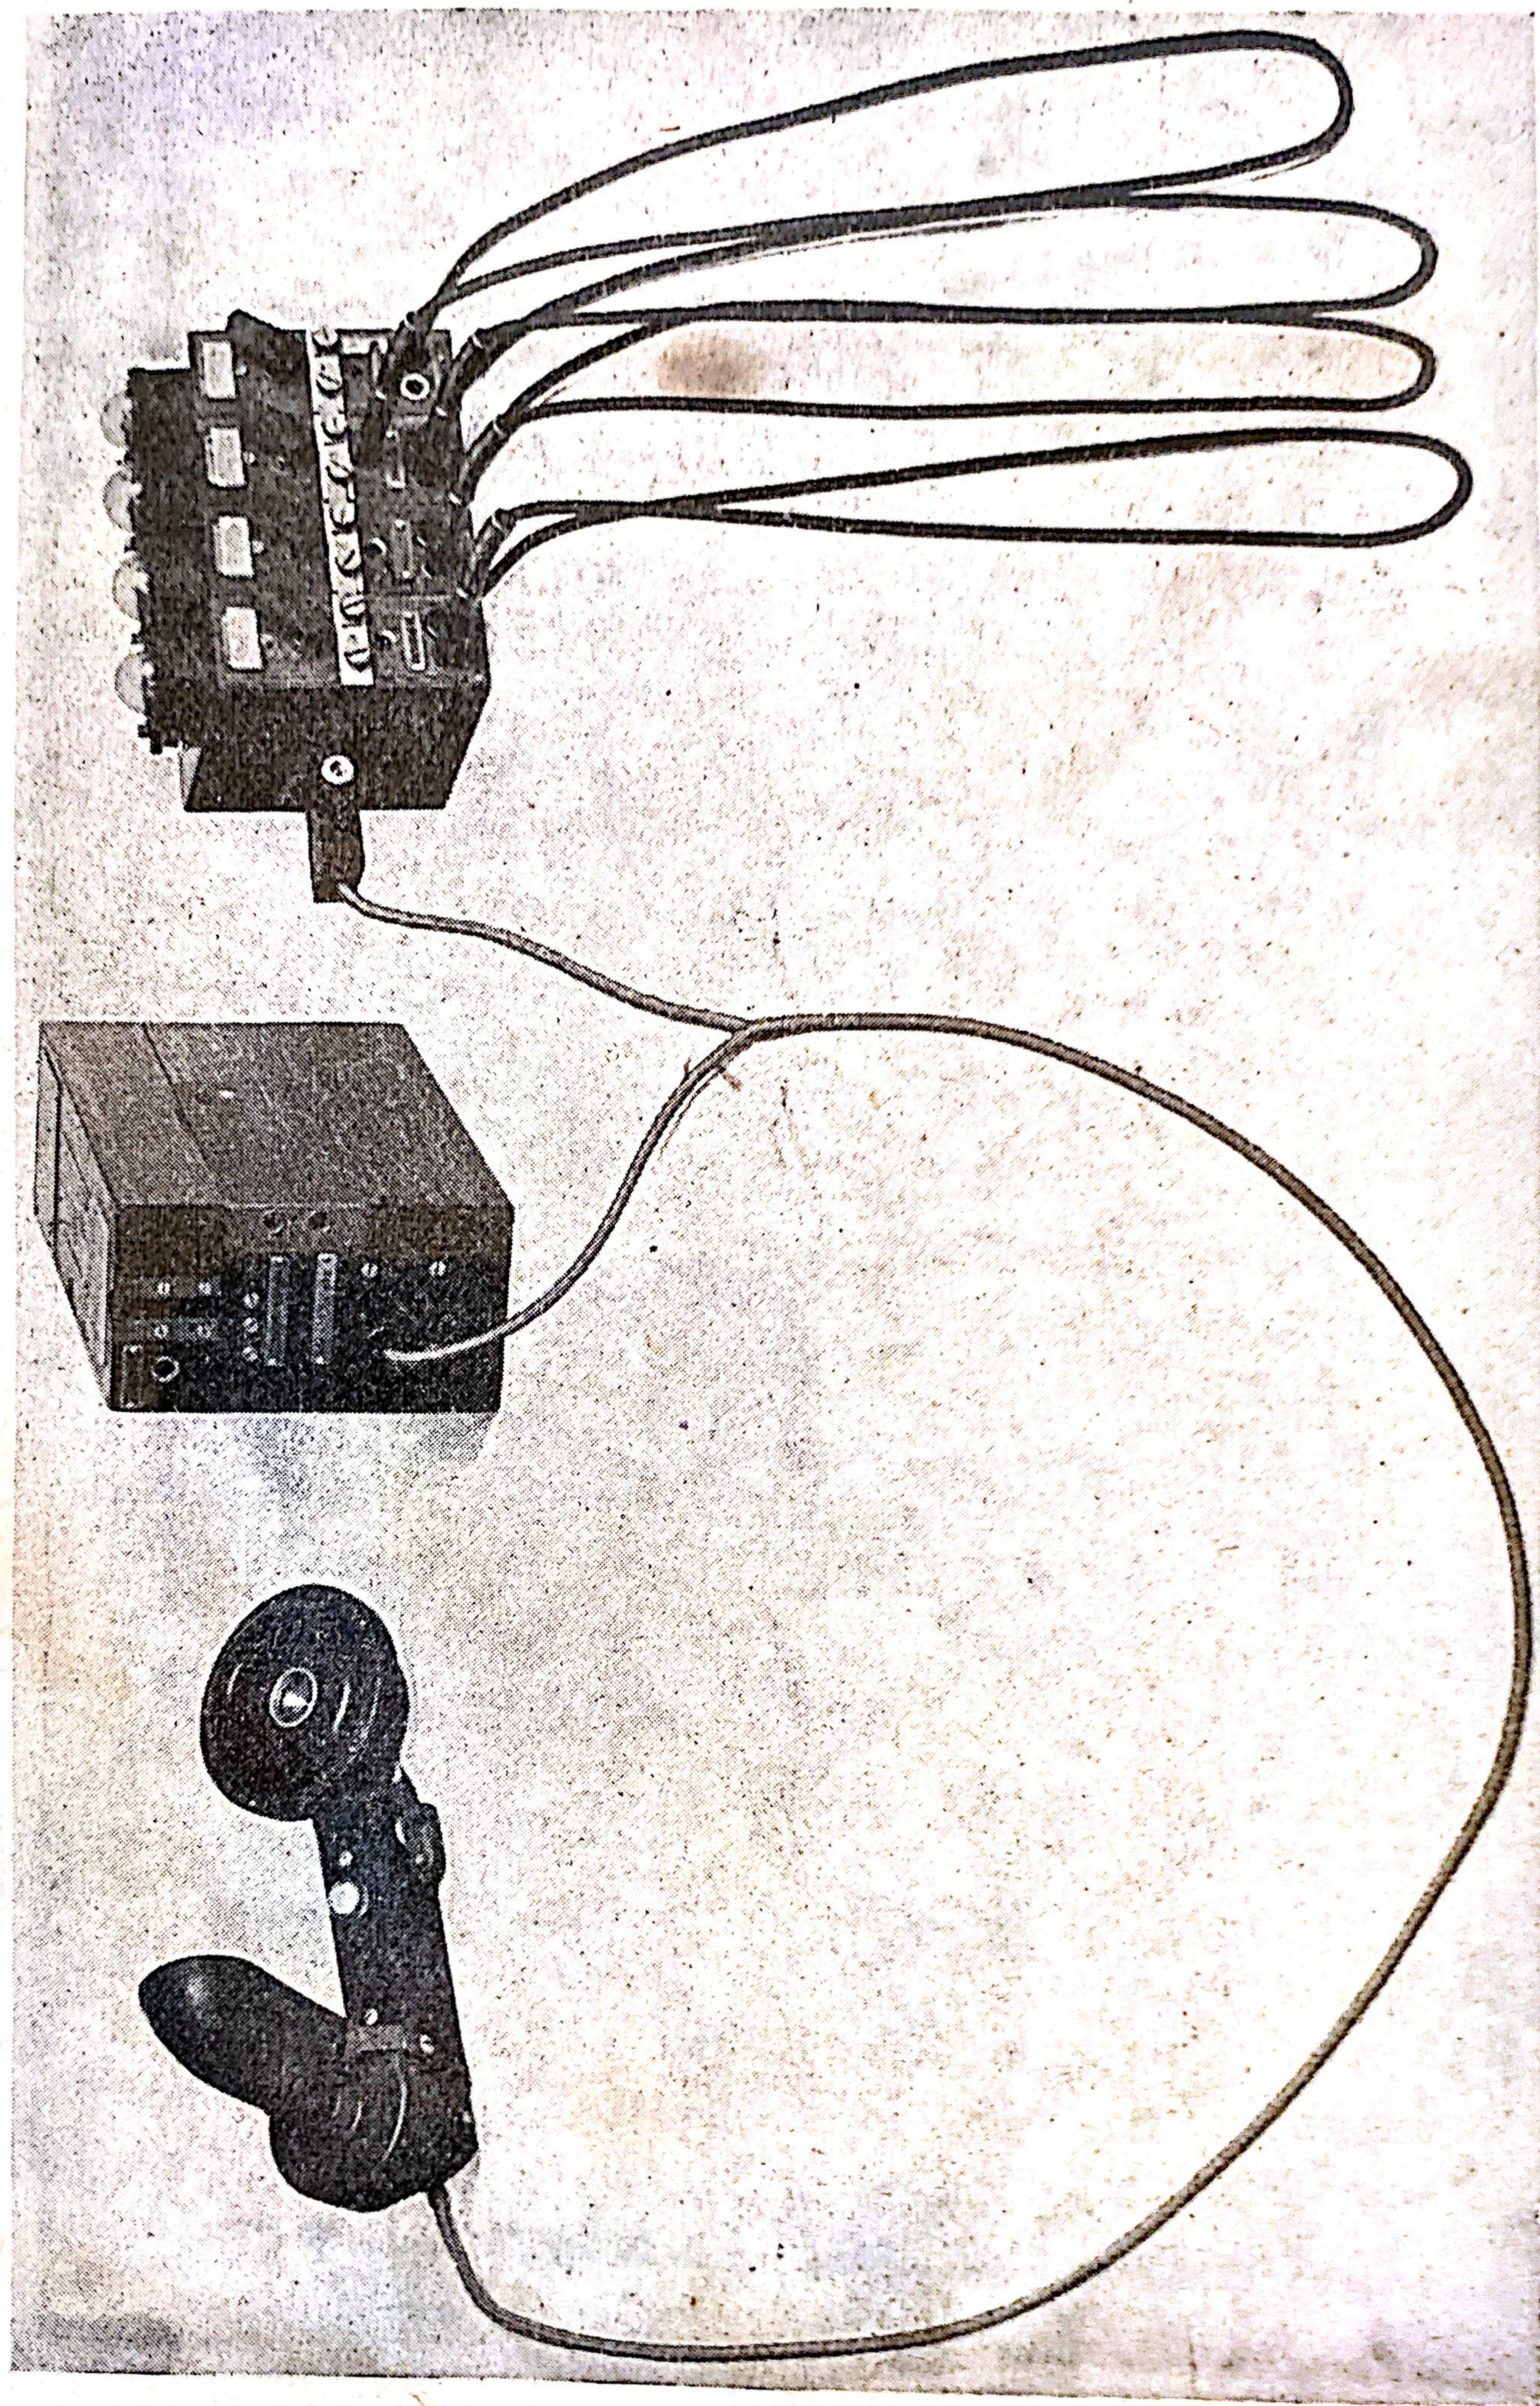
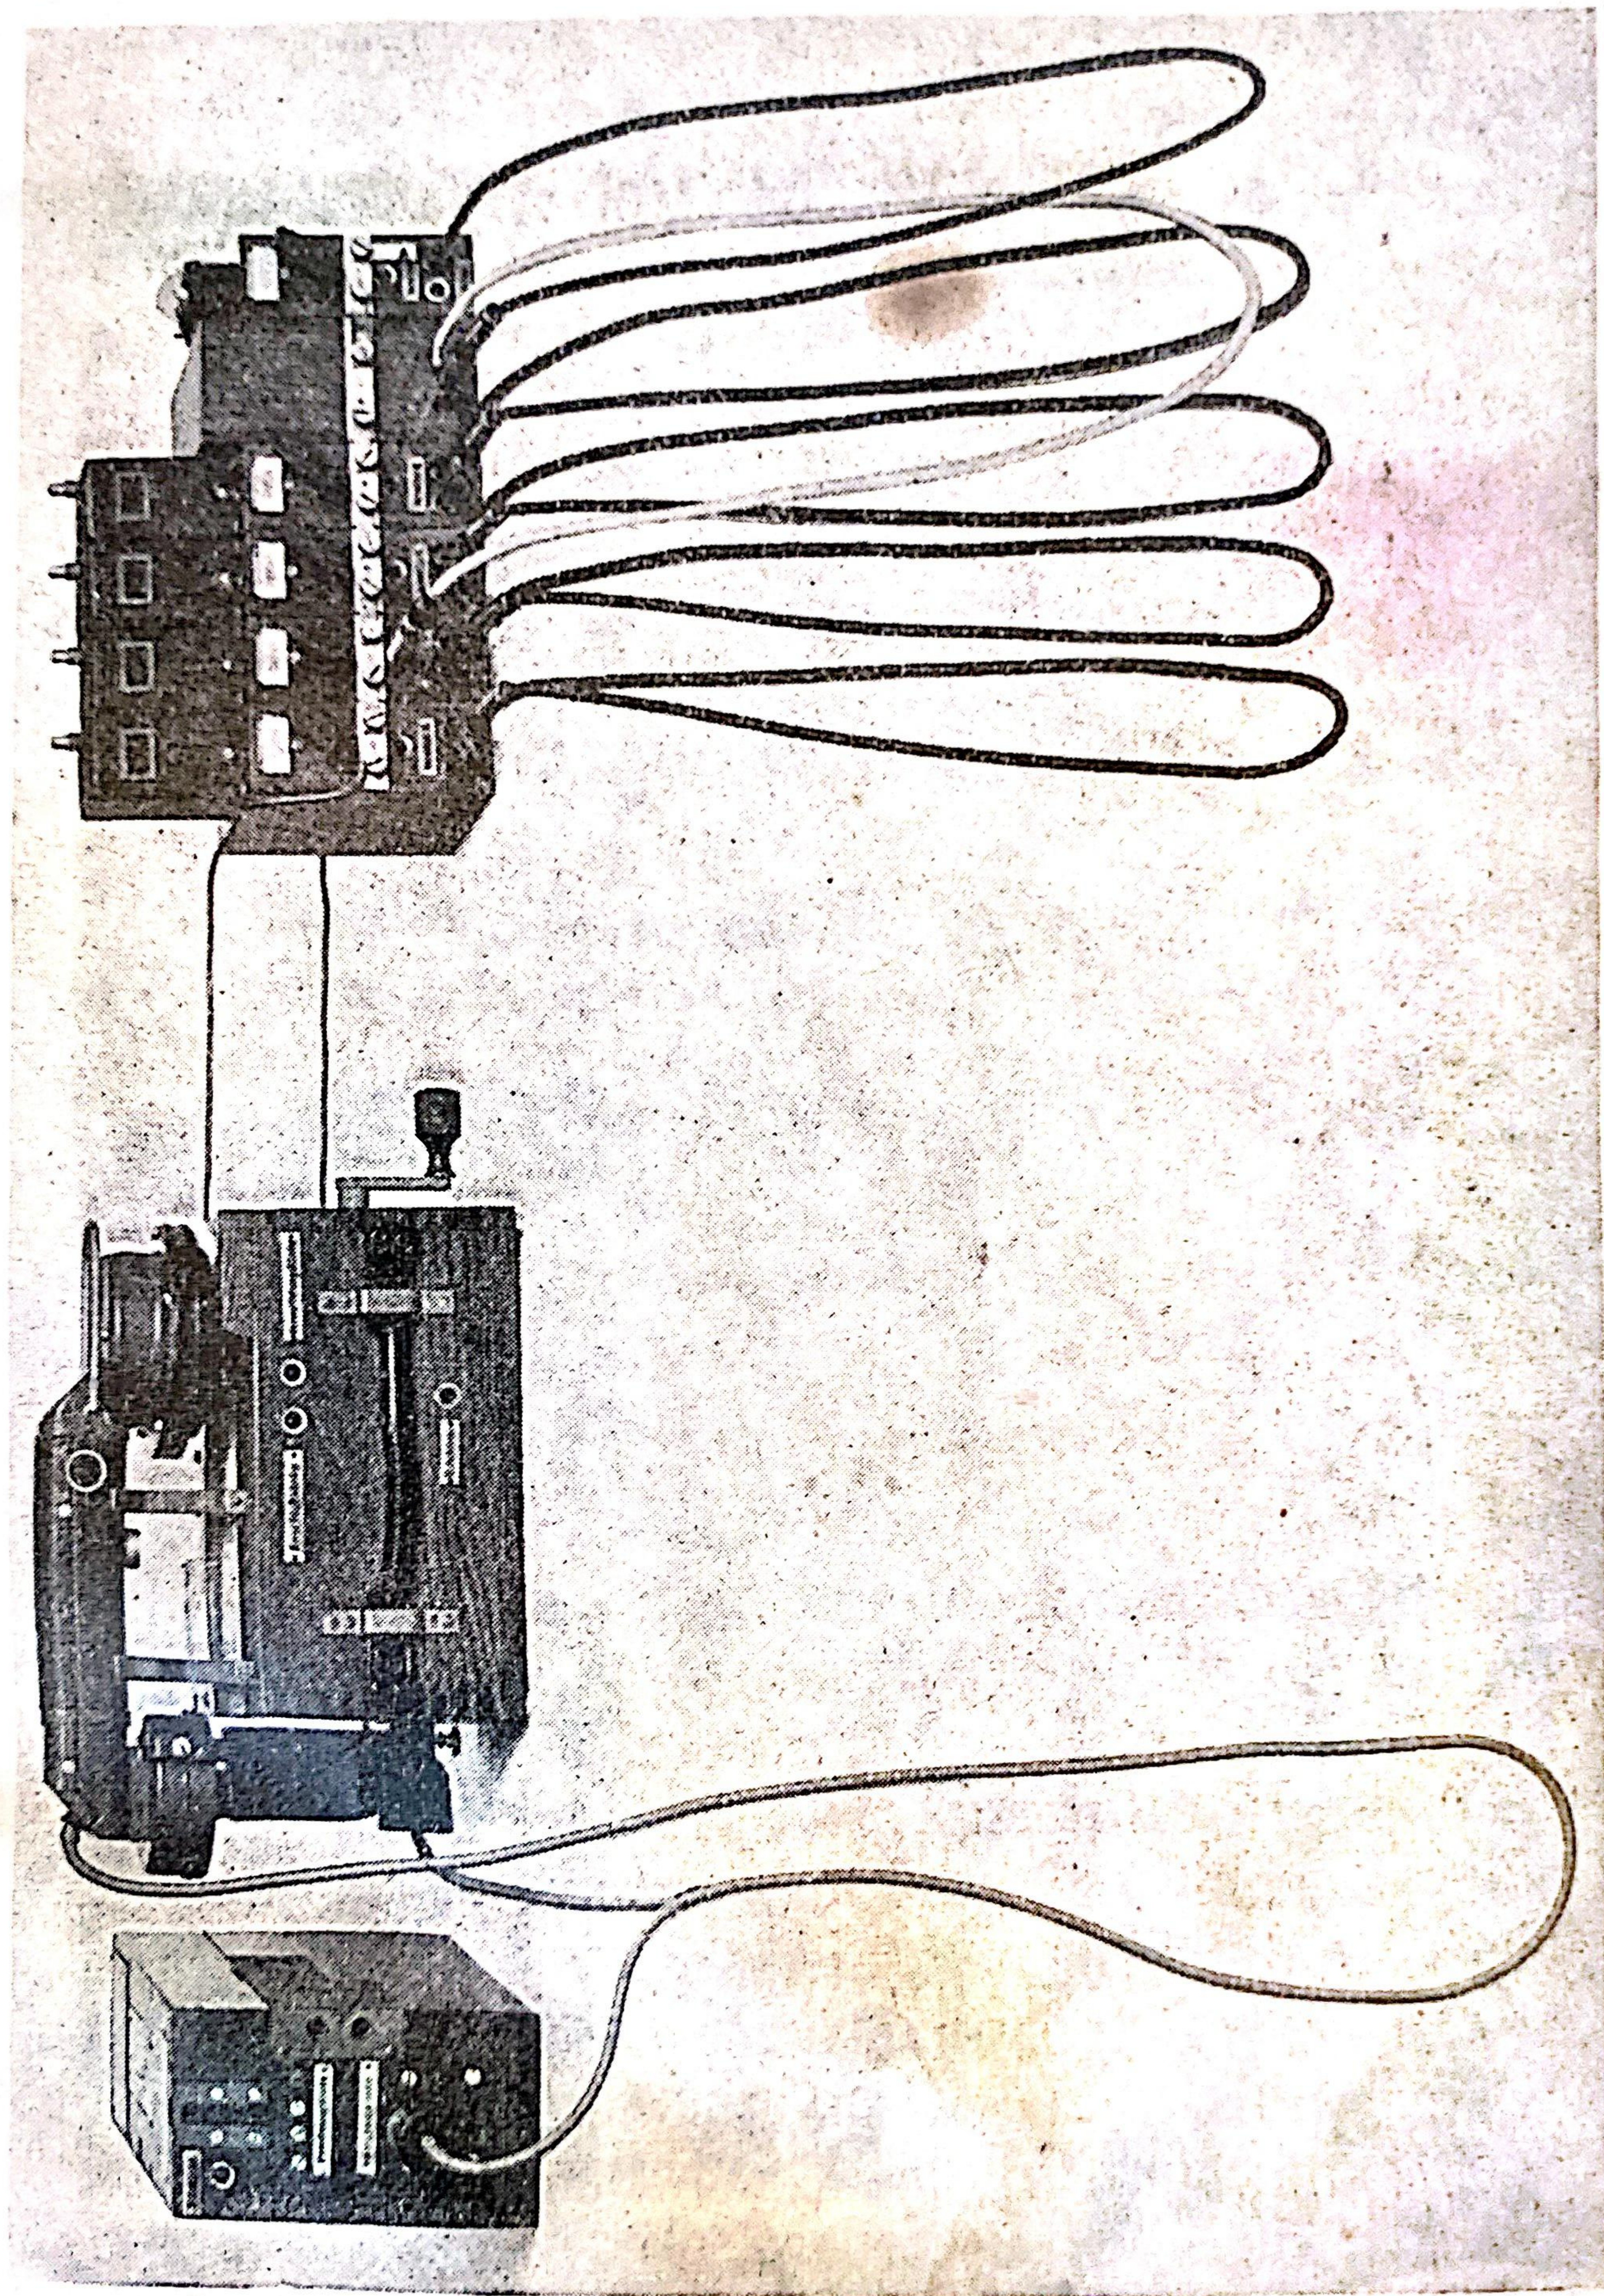

Bild 15. Zusammengesetzte Vermittlung mit Armeefernsprecher.
Bild 16. Zusammengesetzte Vermittlung mit Armeefernsprecher und Zusatzkasten.
lungsfäßtchen werden, wie Bild 15 und 16 zeigen, mittels der Verbindungsflaschen aneinandergerieht.
wenn alle Gegensprechstellen Summeranruf haben. Besitzen einige Stellen Induktor-, die anderen Summeranruf, so wird als Abfrageapparat ein Armeefernsprecher mit Zusatzkästen verwendet. Der Armeefernsprecher ist mit seinem Leitungsstöpsel an dem am weitesten links befindlichen Vermittlungskästchen anzustöpseln und der Batteriestöpsel in die zugehörige Batterie zu stecken (Bild 15). Bei Verwendung eines Armeefernsprechers mit Zusatzkästen ist der Armeefernsprecher an den Zusatzkästen und die Batterie anzustöpseln und die Leitungsflecken des Zusatzkastens durch Drähte mit den linken Taschenschrauben des linken Vermittlungskästchens zu verbinden (vergl. Bild 16).
32. Endigen auf der Vermittlung Einzel- und Doppelleitungen, so sind Übertragerkästchen aufzustellen. Das Übertragerkästchen wird zweckmäßig so angeordnet, daß sich auf der einen Seite die Vermittlungskästchen mit den Doppelleitungen und auf der anderen diejenigen mit Einzelleitungen befinden (vergl. Bild 16).